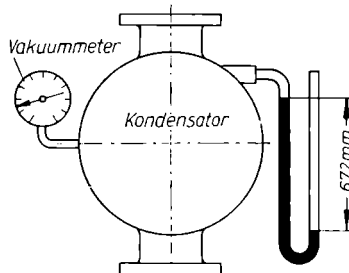

Bild 215
31. In einem Dampfmaschinen-Kondensator herrscht ein Vakuum solcher Größe, daß die Quecksilbersäule des Hebermanometers 672 mm hoch angesaugt wird (Bild 215). Der äußere Barometerstand beträgt 757 Torr. a) Welchen absoluten Druck zeigt das Vakuummeter, dessen Skale die Aufschrift „ p_{absolut} in Torr“ trägt? b) Wie groß ist der absolute Druck in kp/m^2 und in at?